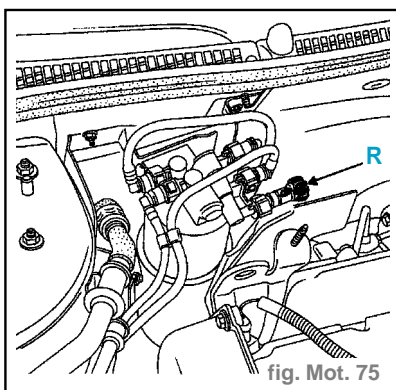
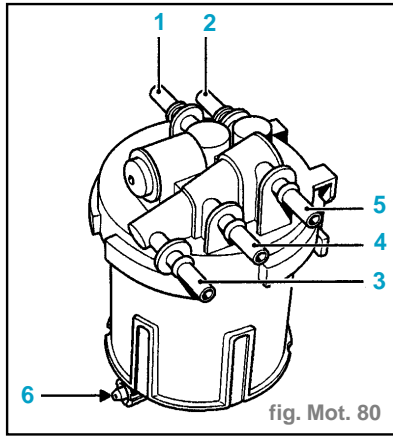

fig. Mot. 75
fig. Mot. 80
- fermer le robinet (R) (fig. Mot. 75),
- ouvrir le robinet (R) (le robinet est ouvert lorsque les deux traits de couleur sont alignés).
- Sur le filtre à carburant, au niveau du tuyau de retour vers le réservoir, est implanté un robinet (R). (fig. Mot. 75)
l'aide du robinet (R) placé sur le filtre à gazole. (fig. Mot. 75)
- Débrancher, sur le filtre, les canalisations : (fig. Mot. 80)
- d'alimentation moteur (1),
- venant du réservoir à carburant (2) (pompe BP),
- de retour au réservoir (3) par le robinet,
- de retour moteur (4),
- de retour au réservoir par l'échangeur de température (5).
Important : Sur le filtre à carburant, au niveau du tuyau de retour de gazole vers le réservoir, est implanté un robinet (R). (fig. Mot. 75)
- fermer le robinet (R),
- Il est nécessaire de purger périodiquement, l'eau contenu dans le filtre à gazole par le bouchon de purge (6). (fig. Mot. 80)
- Placer un raccord en «T» Mot.1311-08, afin de positionner le manomètre de contrôle de pression Mot. 1311-01 ou Mot. 1328 en sortie (1) de filtre à carburant ou à l'entrée de la pompe HP. (fig. Mot. 80)